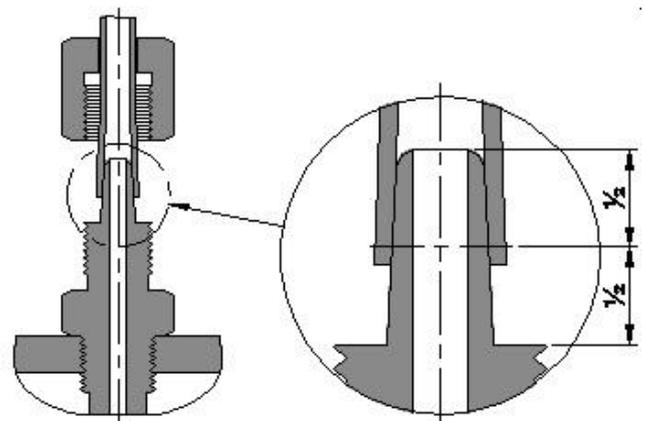

Рис.4.2-7 Подключение трубки PTFE
- Надеть развальцованный конец трубки PTFE на штуцер таким образом, чтобы трубка закрывала чуть более половины длины штуцера, как это показано на рис.4.2-7, затем надеть и до упора закрутить накидную гайку. Гайку закручивать пальцами, использовать инструмент (ключ и т.п.) допускается только для откручивания гайки.